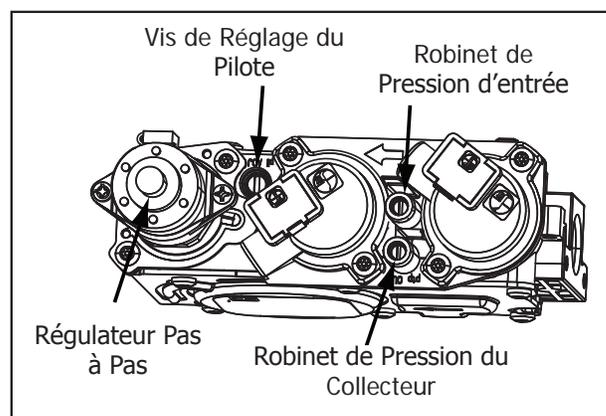

Figure 31: Diagramme de Vanne de Gaz
- Retirez le moteur pas à pas existant à l'aide d'un tournevis T20 (voir Figure 31).
9. Allumez le pilote et vérifiez s'il y a des fuites dans la ligne de pilote en aluminium. Si une fuite est évidente, contactez votre revendeur ENVIRO pour un remplacement de la ligne pilote. **AVERTISSEMENT: N'ESSAYEZ PAS DE FIXER CETTE LIGNE, IL DOIT ÊTRE REMPLACÉ SI ENDOMMAGÉ.** Le pilote devrait couvrir correctement le détecteur de flamme. Si un réglage est nécessaire, tournez la vis de réglage dans la valve (voir Figure 31) dans le sens des aiguilles d'une montre pour la diminuer et dans le sens antihoraire pour l'augmenter jusqu'à ce que la flamme soit correcte (voir Figure 16).